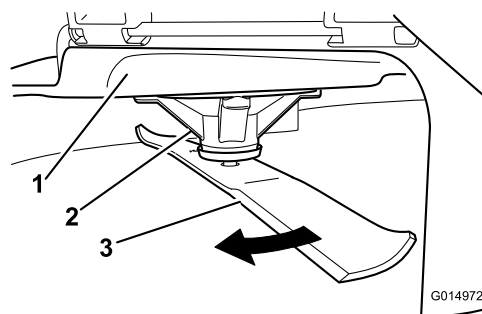

Figura 57
2. Indossando guanti dalla spessa imbottitura o altre protezioni idonee per le mani, ruotate lentamente la lama in una posizione che consenta di misurare la distanza tra il bordo di taglio e la superficie piana su cui si trova la macchina (Figura 57).